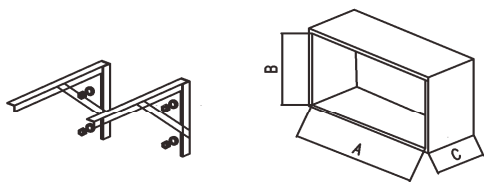

Fig. 11
- Haga un marco de madera y dos soportes de acero, y fije los soportes sobre la pared con pernos expansivos.(Fig.11)